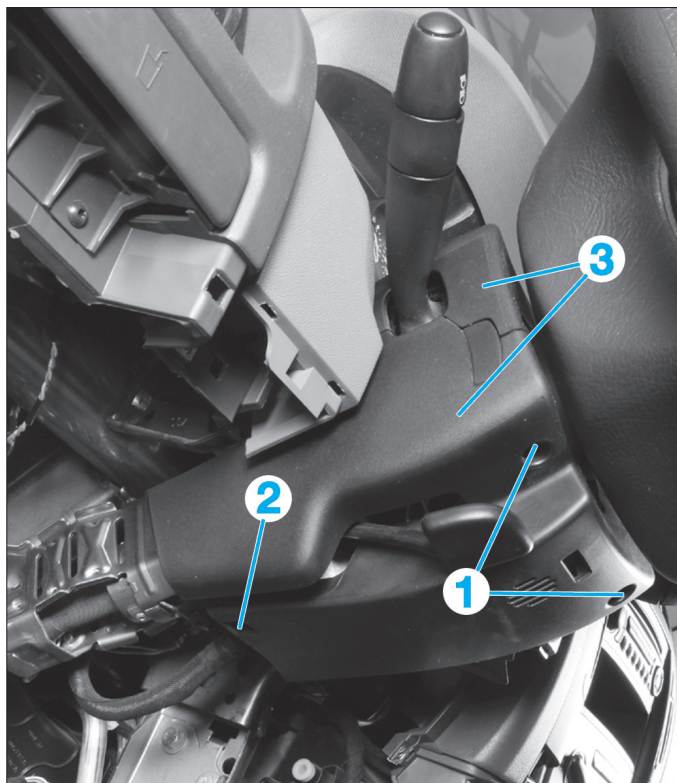

Fig. 2
- Déposer les demi-coquilles (3) de colonne de direction assemblées par 2 vis (1) et une agrafe (2) (Fig.2)